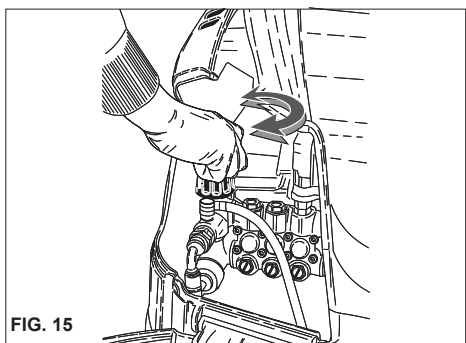

FIG. 15
Trykkregulatoren, fig. 15 gjør at brukeren kan regulere arbeidstrykket. Når knapp C vris moturs (B) (minimum), reduseres driftstrykket.
2) Start spyleren, og kommandoen for oppsuging av vaskemiddelet på lansens og sprut på overflaten som skal vaskes nedefra og opp (fig. 15).